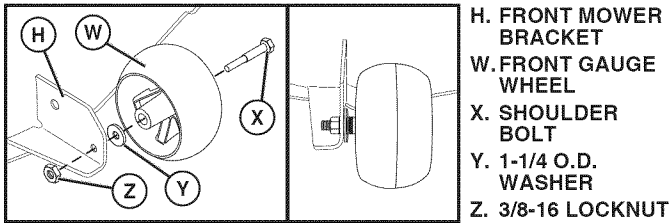

Fig. 30
## 2. ASSEMBLE FRONT GAUGE WHEEL (W) TO FRONT OF MOWER (See Fig. 30)